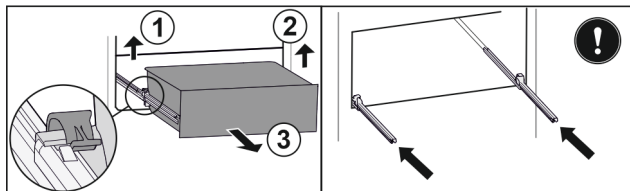

Fig. 129
- ▶ Ridicați clema din stânga și trageți concomitent sertarul din stânga spre înainte. Fig. 129 (1)
- ▶ Ridicați clema din dreapta și trageți concomitent sertarul din dreapta spre înainte. Fig. 129 (2)
- ▶ Extrageți sertarul spre înainte. Fig. 129 (3)